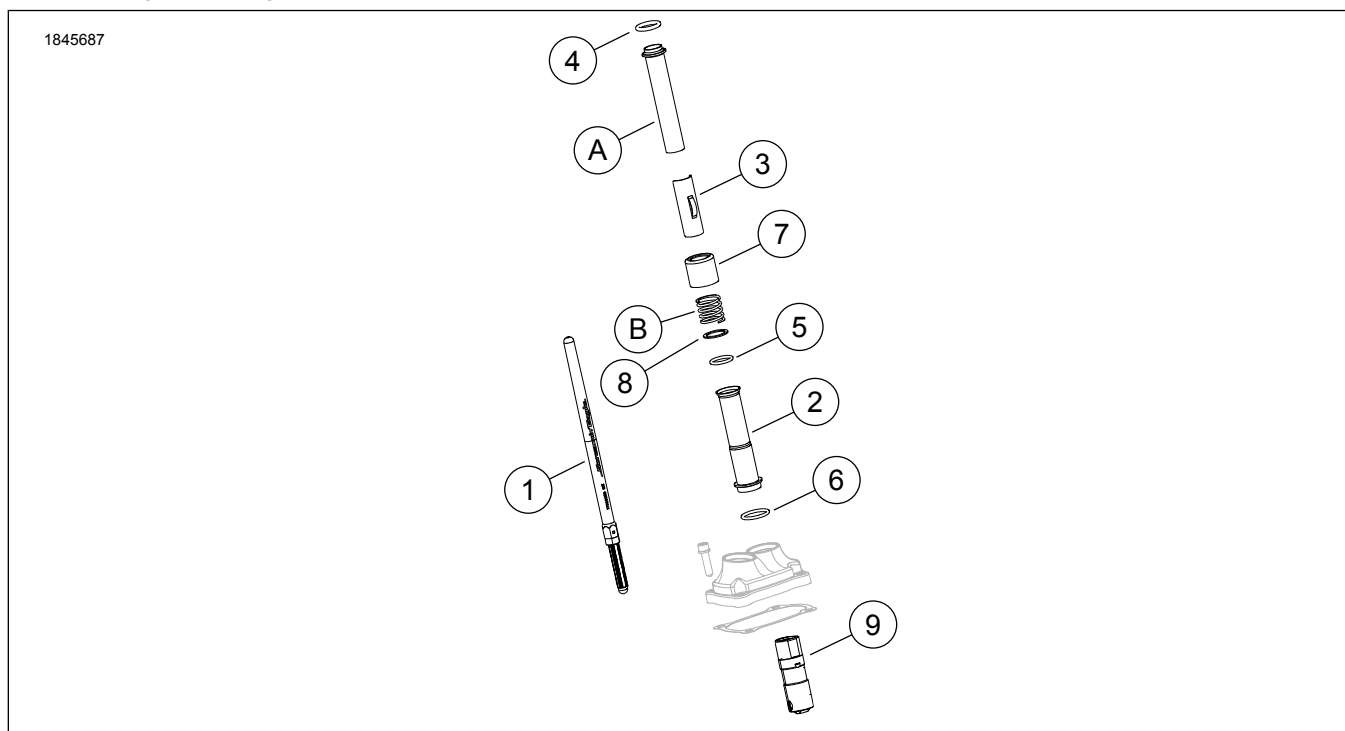
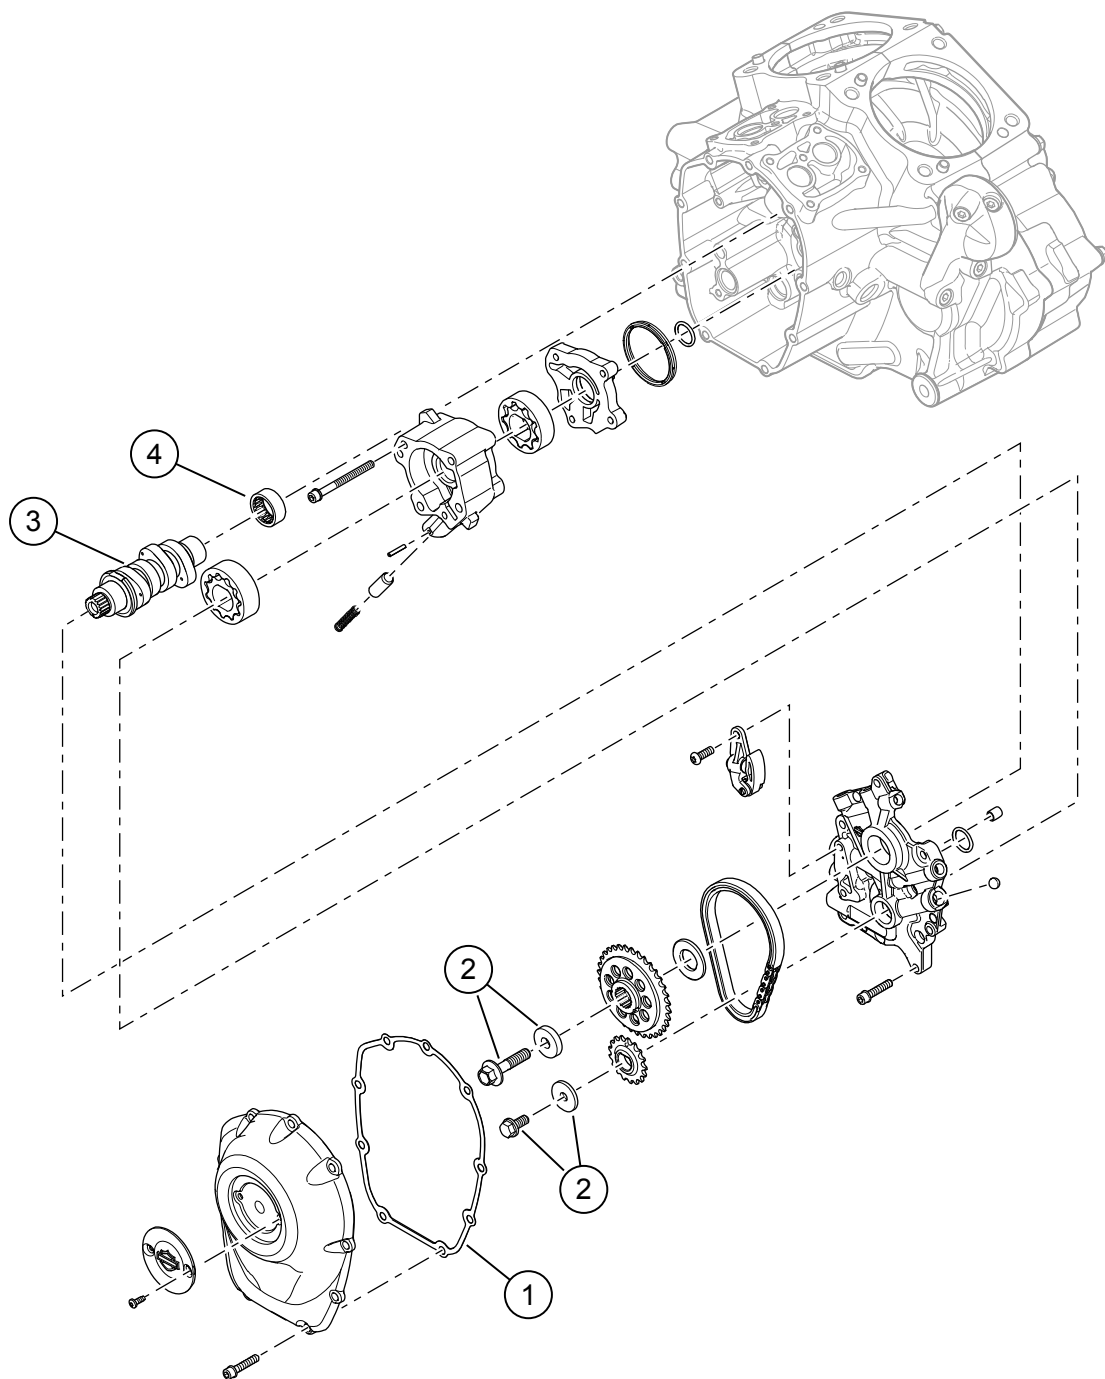

Figure 1. Contenu du kit : Kit Screamin' Eagle Milwaukee-Eight Stage 2
Figure 2. Contenu du kit : Kit Screamin' Eagle Milwaukee-Eight Stage 2
Consultez Figure 1 et Figure 2.
1. Voir la Figure 2. Installez la pompe à huile. Consultez le manuel d'entretien.